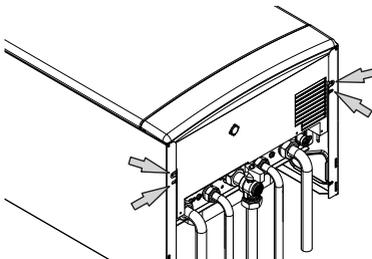

Рисунок 5.13
- Открутите четыре указанных винта, см. Рисунок 5.13.